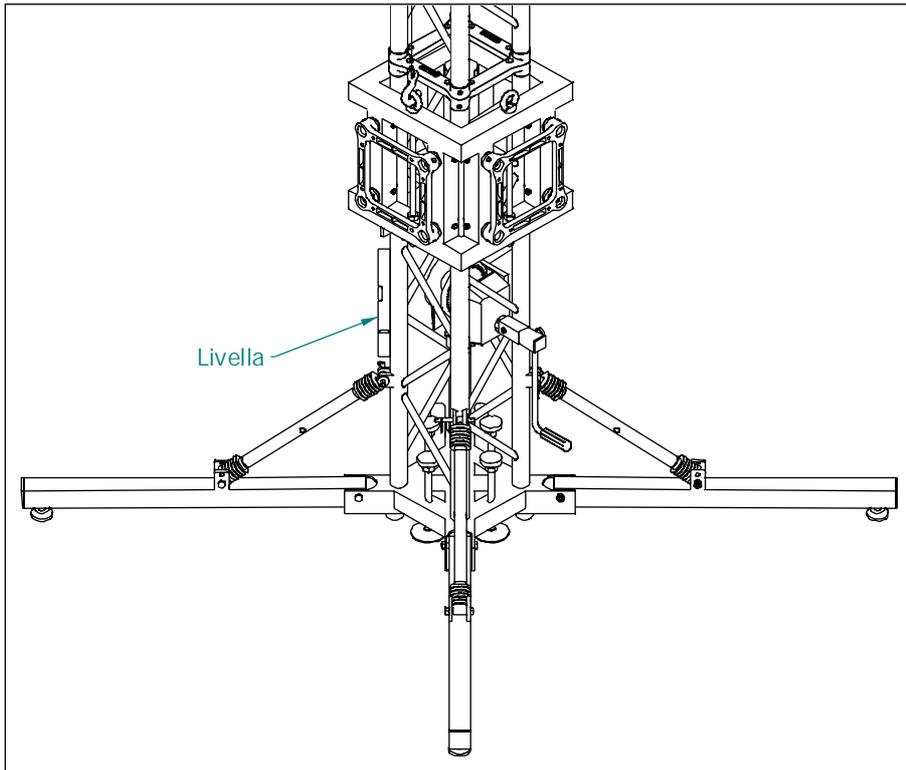
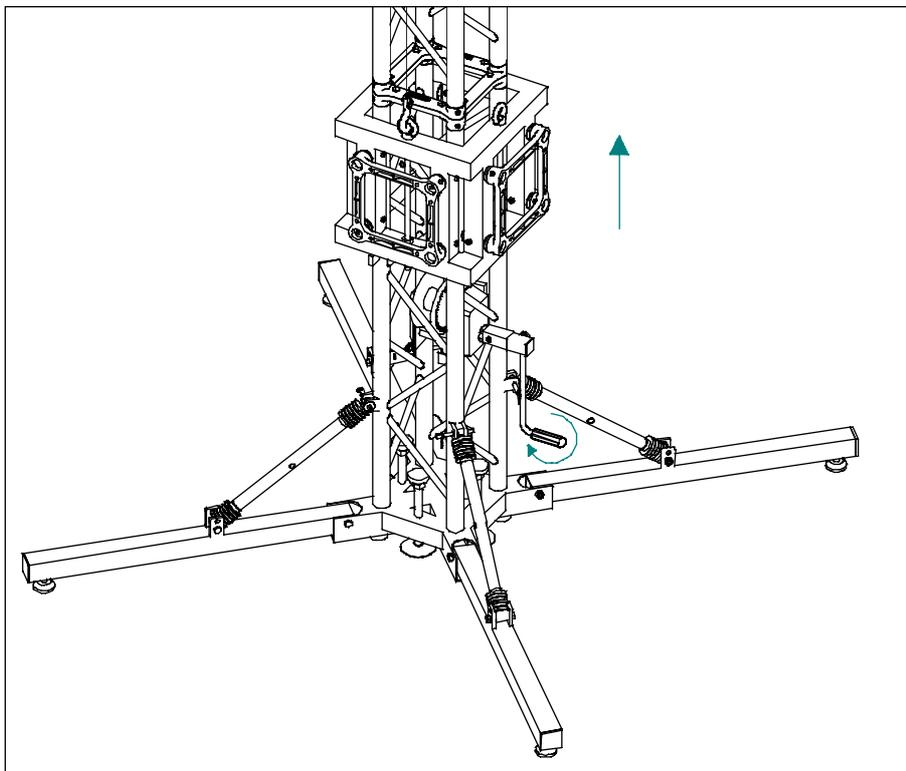

Fig. 12
Fig. 13
10. A questo punto è necessario agire sui tiranti D, sui piedini E ed eventualmente sui piedini F (fig. 12) fino a riportare in posizione perfettamente verticale la torre. Per assicurarsi della perfetta verticalità della colonna è buona norma utilizzare una livella a bolla (fig. 13). Il livellamento va effettuato assolutamente prima di applicare il carico.